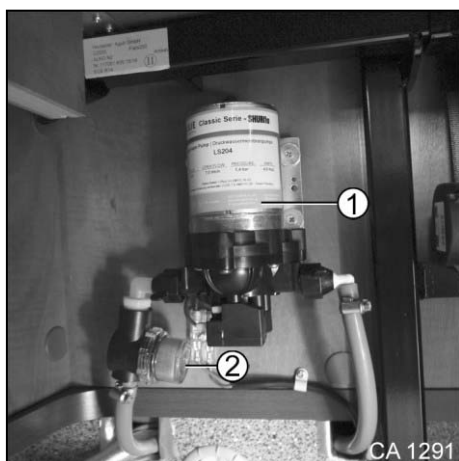

Fig. 152 Pompe à eau
- Si lors de la première mise en service de la pompe à eau (Fig. 152/1), le réservoir d'eau fraîche n'est pas nettoyé, des copeaux résiduels provenant de la production risquent d'endommager la pompe à eau (Fig. 152/1).
- Avant la première mise en service de la pompe à eau (Fig. 152/1), bien rincer le réservoir d'eau fraîche !
1. Tourner le recouvrement (Fig. 152/2) du préfiltre dans le sens horaire et le tirer vers le bas.
3. Enficher le recouvrement (Fig. 152/2) sur le préfiltre et le tourner dans le sens anti-horaire.